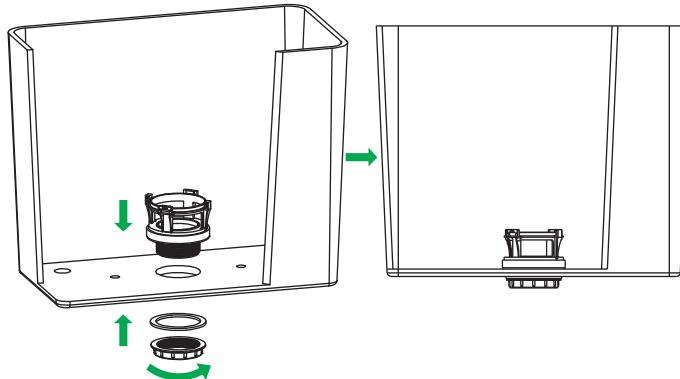

Рис. 7 / 7-сур.
- Установите седло клапана в днище бачка (рис. 7).